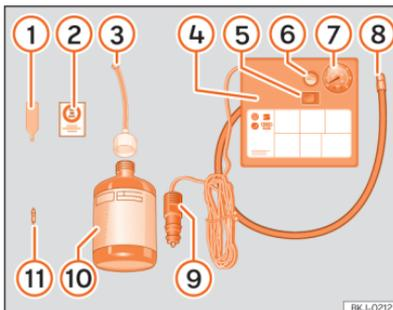

Abb. 227 Prinzipdarstellung: Bestandteile des Pannensets
Das Pannenset befindet sich im Gepäckraum unter dem Bodenbelag. Es besteht aus folgenden Bestandteilen »» (Abb. 227):
- Ventilkappe und Ventileinsatz vom Reifenventil abschrauben. Verwenden Sie den Ventileinsatzdreher »» (Abb. 227) ① zum Heraus-schrauben des Ventileinsatzes. Legen Sie den Ventileinsatz auf einem sauberen Untergrund ab.
- Reifendruckflasche kräftig schütteln »» (Abb. 227) ⑩.
- Einfüllschlauch »» (Abb. 227) ③ auf die Reifendruckflasche schrauben. Die Folie am Verschluss wird automatisch durchstoßen.
- Verschlussstopfen vom Einfüllschlauch »» (Abb. 227) ③ entfernen und das offene Schlauchende auf das Reifenventil schrauben.
- Ventileinsatz mit dem Ventileinsatzdreher »» (Abb. 227) ① wieder in das Reifenventil schrauben.
- Reifendruckschlauch »» (Abb. 227) ⑧ des Luftkompressors fest auf das Reifenventil schrauben.
- Prüfen, ob die Luftablassschraube »» (Abb. 227) ⑥ zugedreht ist.
• Kabelstecker **»»** (Abb. 227)  in eine 12-Volt-Steckdose des Fahrzeugs stecken **»»** S. 224.
• Luftkompressor mit dem EIN-/AUS-Schalter **»»** (Abb. 227)  einschalten.
• Kleben Sie den Aufkleber **»»** (Abb. 227)  im Sichtfeld des Fahrers auf das Kombi-Instrument.
»» (Abb. 227)  wieder an und lesen Sie den Reifenfülldruck an der Reifenfülldruckanzeige  ab.